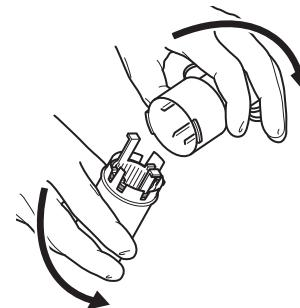

Abbildung 9 Deckel des Sammelrohrs abnehmen
- Nach dem chirurgischen Eingriff den Deckel des Sammelrohrs abnehmen (Abbildung 9).